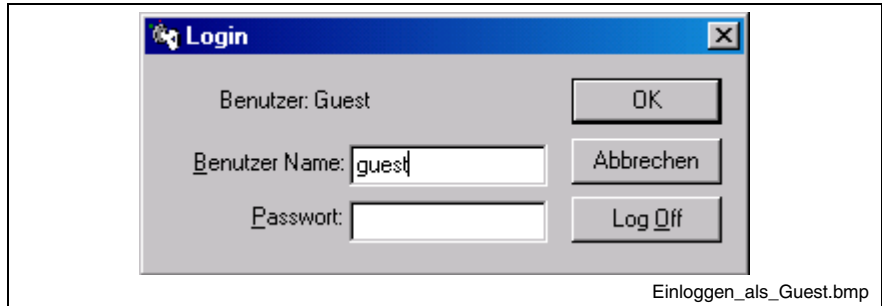

Abb. 6-6: Einloggen als Guest
- Abb. 6-6: Einloggen als Guest 6-5